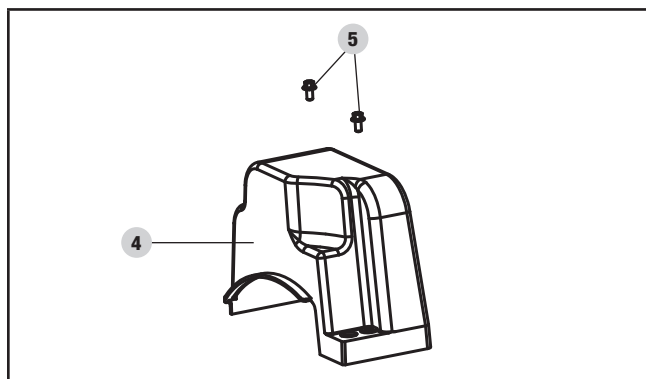

Figure 26
10. Installez le couvercle en plastique de la courroie (4) sur le devant du moteur en utilisant les 2 boulons M6 × 16 (5) mis de côté lors d'une étape antérieure. Serrez bien les boulons. Ne les serrez pas trop pour ne pas risquer d'endommager le couvercle en plastique de la courroie (figure 26).